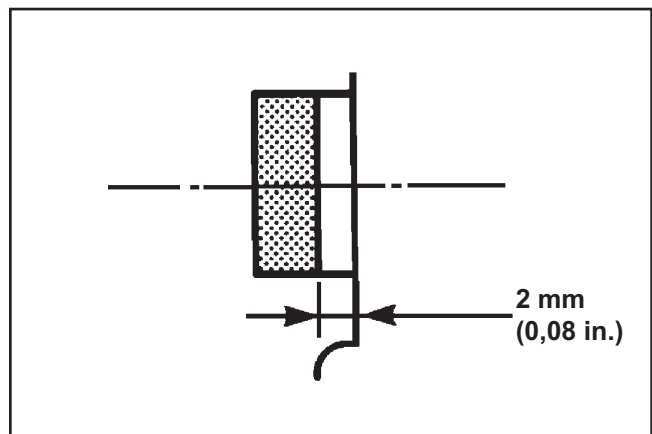

Figure 11-26. Profondeur d'installation du joint d'huile.
2. Installer un nouveau couvercle de joint d'huile à une profondeur de 2 mm (0,08 pouce.). Voir la figure 11-26. Appliquer un léger revêtement de graisse au lithium pour sceller les lèvres.